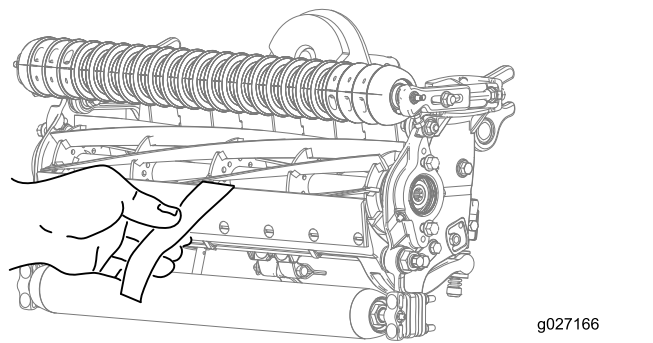

图11
- 在滚刀与底刀间插入一长条 Toro 剪切性能纸纸要与底刀垂直检测剪切性能 图11。